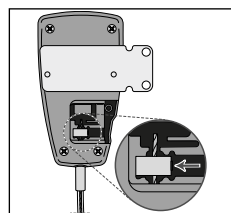

Fig. 9
11. Skyv kabelendeblokken tilbake over den indre stålkabelen og plasser endeblokken tilbake i det tilsvarende sporet i satellitten (**se fig. 9**).